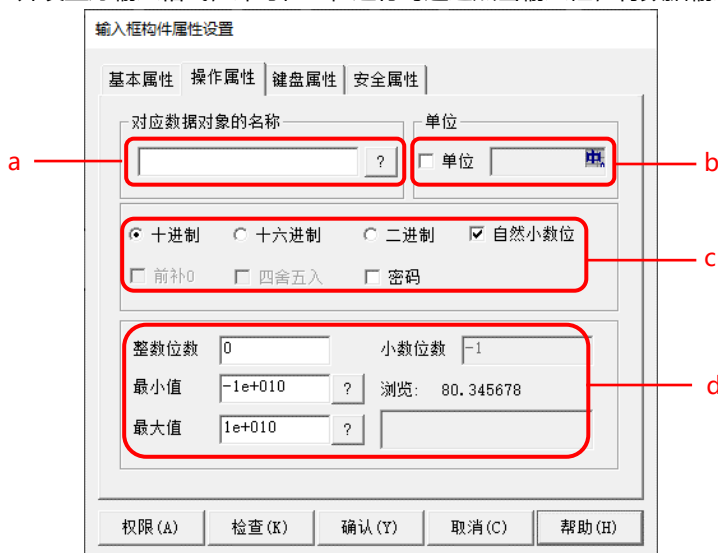

图 2.2-7 输入框操作属性设置
- 双击绘制的输入框构件，进入图 2.2-7 所示的【操作属性】，用户只需要在【操作属性】→【对应数据对象名称】中，点击“?” 关联变量，并设置好输入格式，即可在工程运行时通过点击输入框，将数据输入到关联的变量。